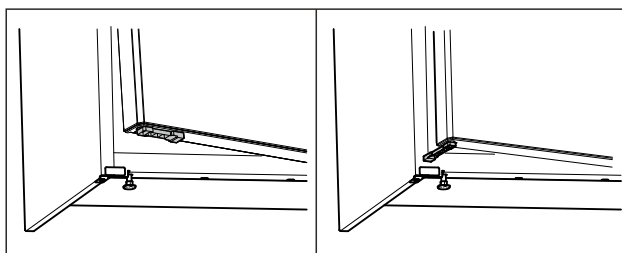

Fig. 63 \*
- ▶ Otočte obmedzovač otvorenia dverí o 90°. (pozri Fig. 63) \*